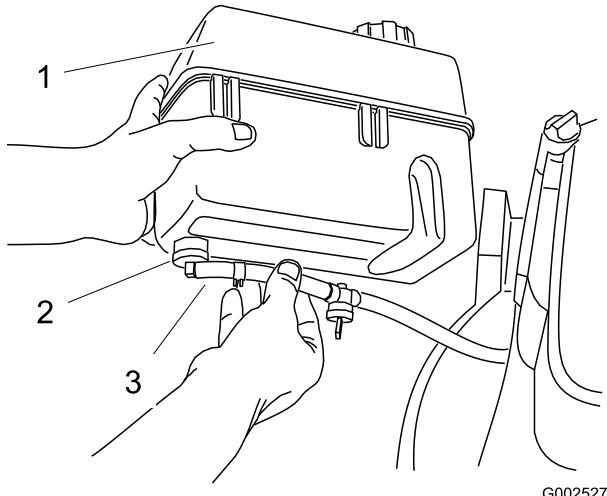

Figura 4
- Inserite nel gomito l'estremità del tubo di alimentazione (Figura 4).
- Fissate il tubo di alimentazione usando l'apposito collare (Figura 4).